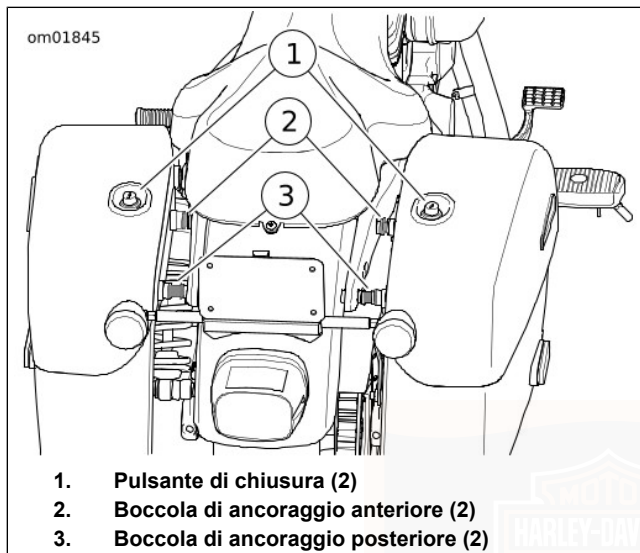

Figura 31. Borse: XL1200T
1. Vedere Figura 31. Aprire la serratura della borsa con la chiave.
2. Premere e rilasciare il pulsante di chiusura (1).
1. Vedere Figura 31. Chiudere il coperchio della borsa.